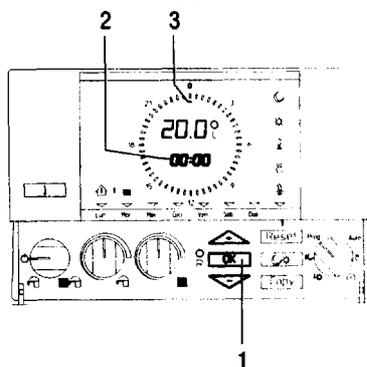

Fig. 22
3. Нажмите «OK» (рис. 22 поз. 1) для подтверждения выбора; дисплей (рис. 22 поз. 2) покажет «00:00» часов, а указатель «▲» показывает час «0» (рис. 22 поз. 3).
4. Нажимайте кнопки   или  (каждое нажатие вызывает соответственно увеличение или уменьшение устанавливаемого времени на полчаса) для установки указателя «▲» на время, с которого необходимо изменить температуру; значение времени показывается на дисплее (рис. 22).